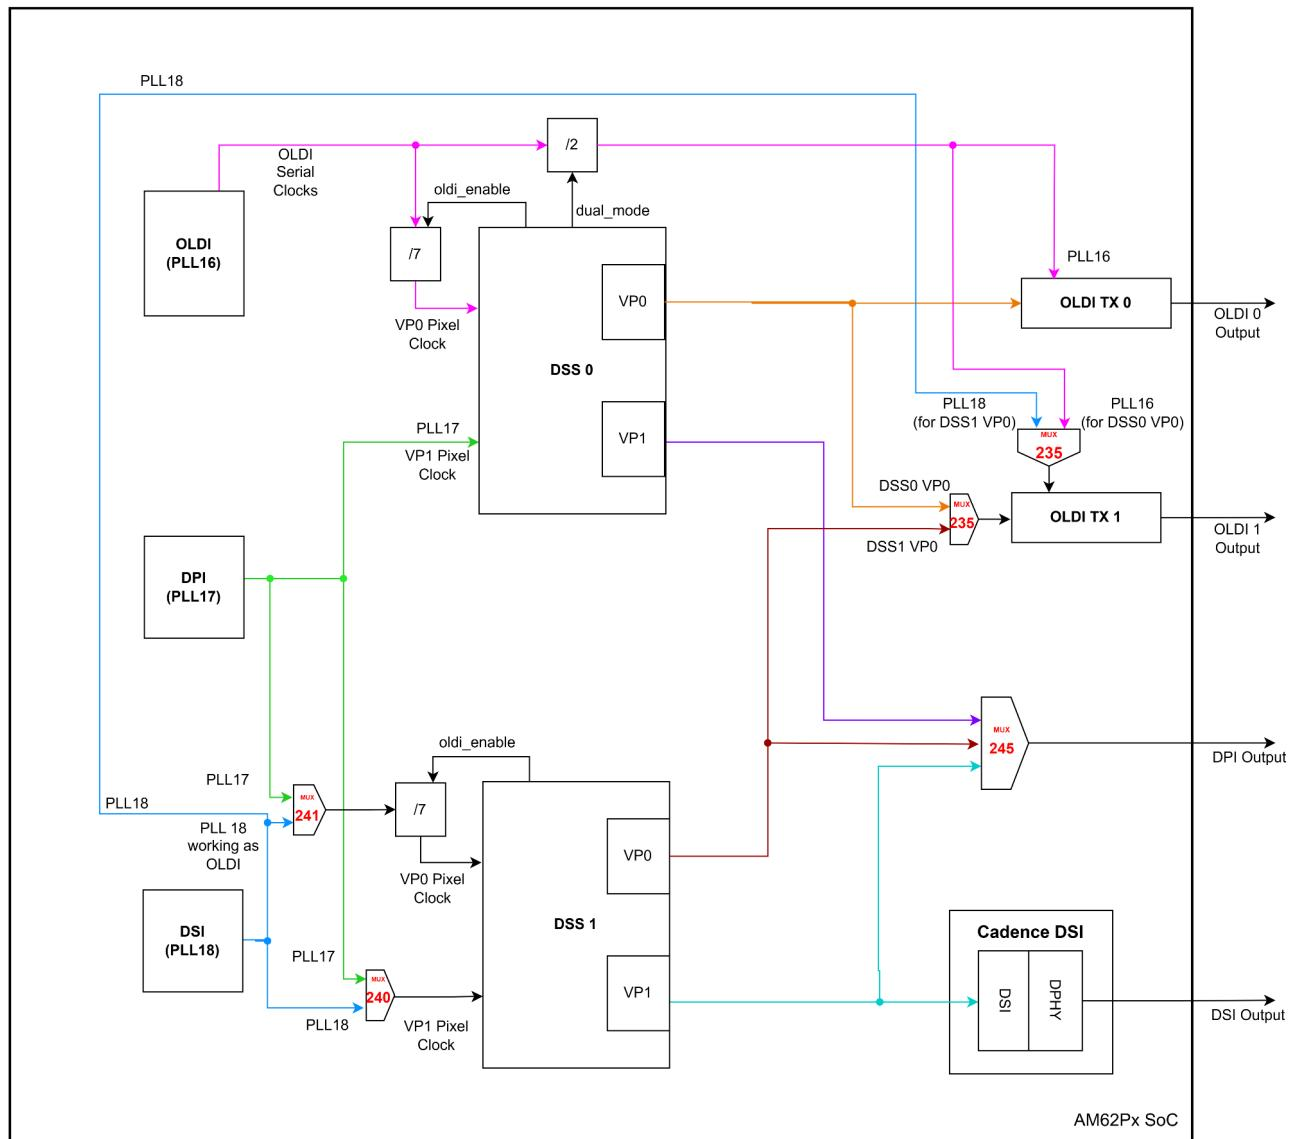

図 1-2. DSS から出力へのルーティング
図 1-2 に示すように、AM62P は 2 つの DSS コントローラと 3 つの PLL を搭載しており、最大 3 つのディスプレイを同時に駆動できます。特定のインターフェイスを駆動するには、ユーザーは目的の出力を得るために DSS のビデオポート (VP) および PLL を正しく構成する必要があります。このアプリケーションノートでは、VP と PLL の正しい構成を要約します。